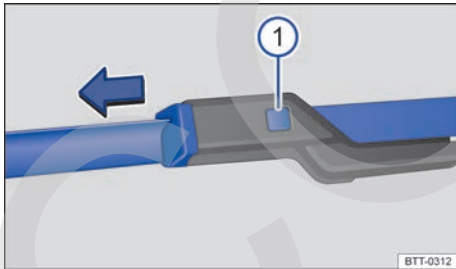

Fig. 144 Sustituir las escobillas de los limpiaparabrisas.
- Mantener la tecla de desbloqueo → fig. 144 1 presionada y, al mismo tiempo, retirar la escobilla del limpiaparabrisas en el sentido de la flecha.